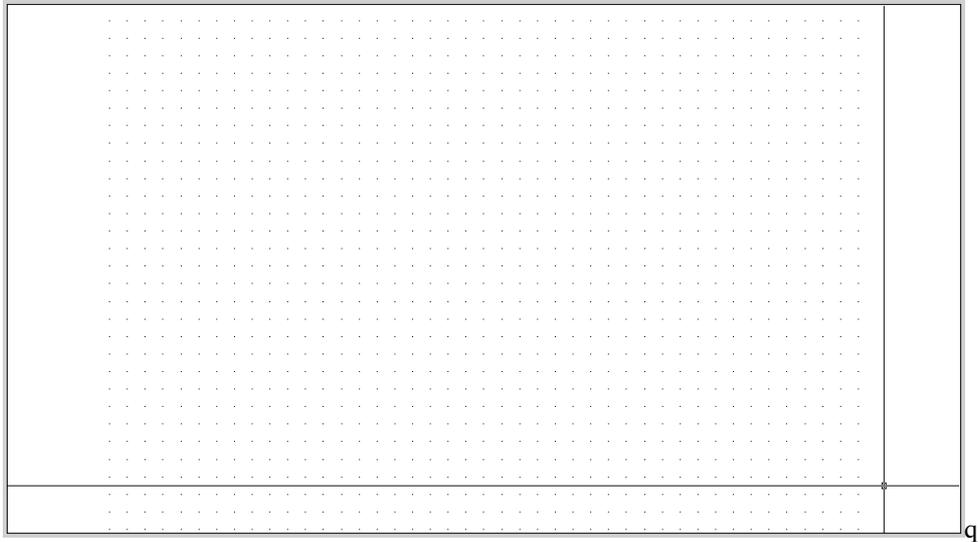

Рис. 3.4. Область черчения AutoCAD, масштабированная по границам созданной по умолчанию сетки
3. Переместите указатель-перекрестие в строку состояния и щелкните на кнопке-индикаторе GRID. Кнопка GRID станет нажатой, а в области черчения появятся точки (рис. 3.4). Эти точки и есть сетка. По умолчанию она нанесена с шагом 10 единиц вправо и вверх от точки (0 . 0 , 0 . 0) до точки с координатами (420 . 0 , 290 . 0).